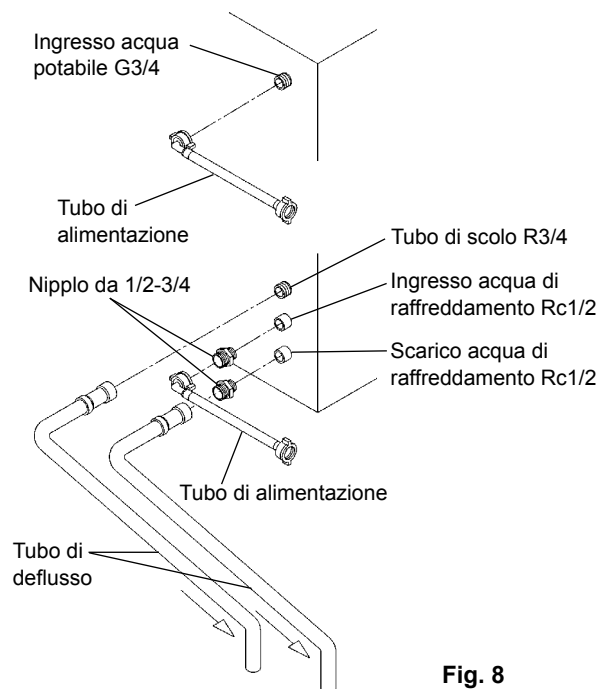

Fig. 8
[b] Collegamenti effettuati tramite tubi accessori in conformità a normative diverse dalla normativa WRC in vigore nel Regno Unito (Fig. 8)
2) Per i collegamenti del condensatore, utilizzare i tubi forniti come accessori seguendo le modalità indicate ai punti da 1) a 3) nel precedente paragrafo [a] collegandoli alle estremità libere dei nippli da 1/2-3/4 come illustrato in Fig. 8.